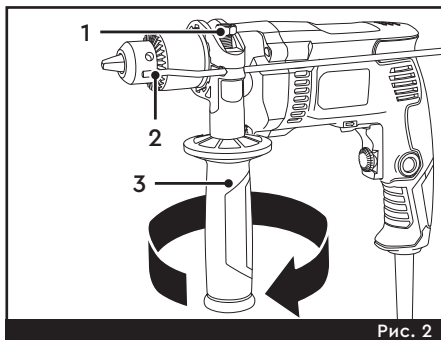

Рис. 2
– Обертаючи додаткову рукоятку (3) в напрямку стрілки, послабте кронштейн (1) рукоятки, після чого встановіть кронштейн (1) рукоятки на електроінструмент (слідкуйте за тим, щоб у посадкові місця кронштейна рукоятки потрапили відповідні направляючі корпусу електроінструмента) (Рис. 2).
– За необхідності встановіть у відповідний отвір у кронштейні (1) обмежувач (2) глибини (Рис. 2).